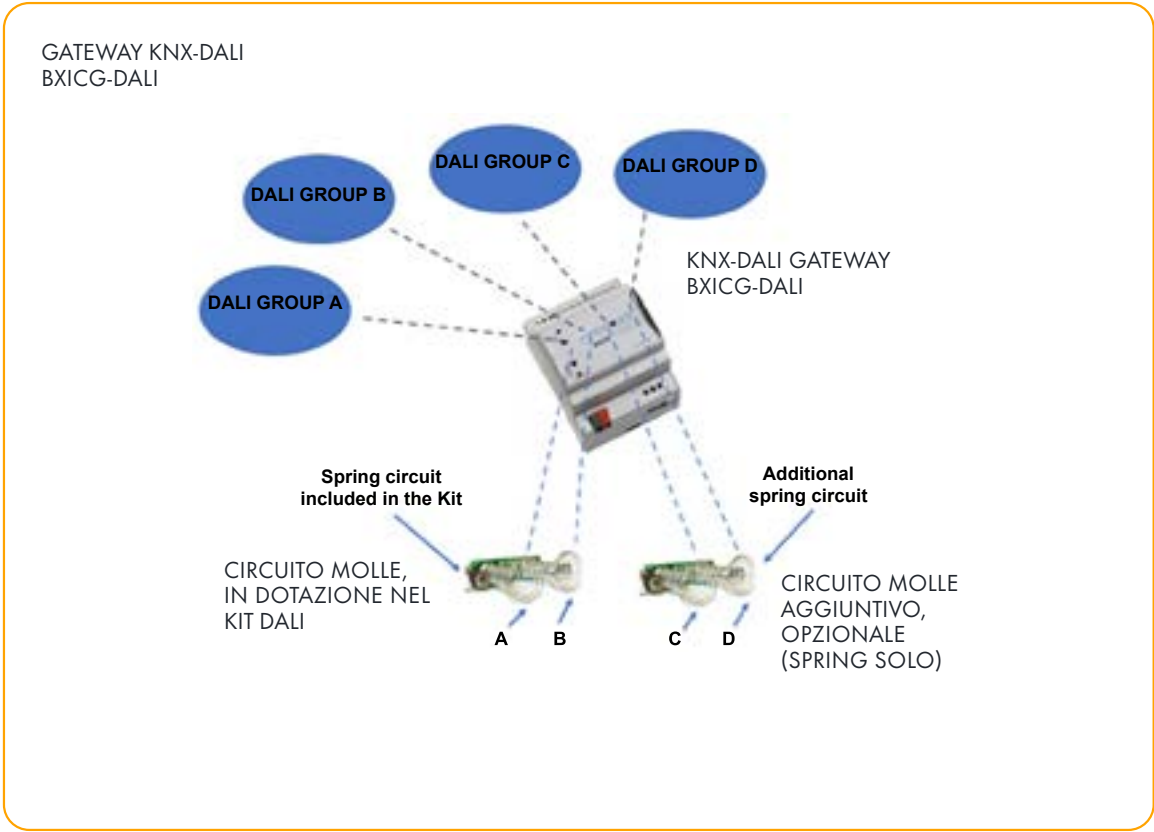

fig. 2.1
Se dovesse rendersi necessario un maggior numero di driver Dali (max 32), Il Gruppo A e il Gruppo B potranno esser comandati anche da un unico punto della superficie ceramica. Come da esempio, il punto corrispondente alla singola molla A va ad agire sia sul gruppo A che sul gruppo B. Questo è possibile seguendo i cablaggi come da fig. 2.1 e 2.2
2. Di fabbrica i gruppi del Gateway Dali sono così associati alle molle come riportato in fig. 2.1